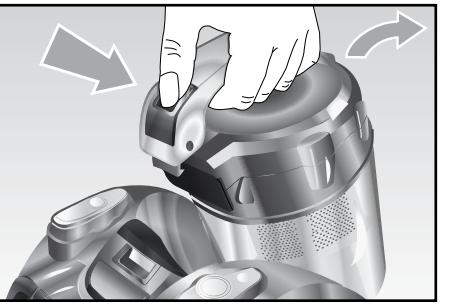

Fig. 4
- Premere il pulsante di sblocco e contemporaneamente estrarre il contenitore della polvere (E) per mezzo dell'apposita impugnatura (A) (Fig. 4).